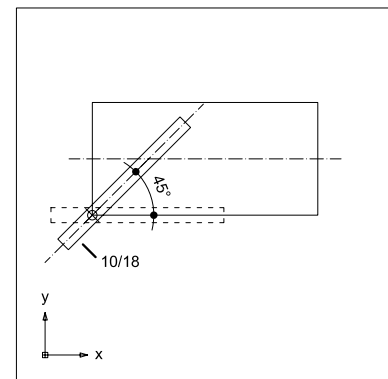

Abb. 8.4 Konstruktion eines Gratsparrens
2. im Grundriß bleiben, Drehen in der Deckenebene um 45° mit **Ändern/Drehen** (siehe Abb. 8.4)